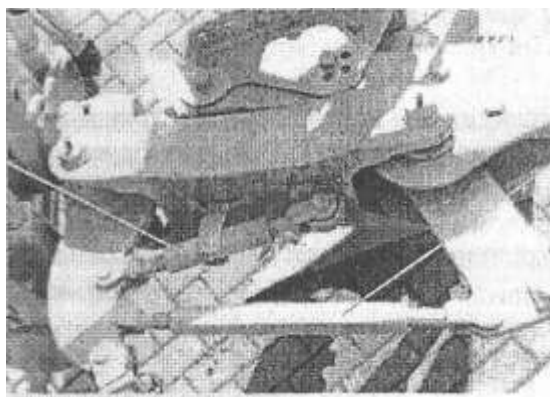

Рис. 6 Регулировка ширины захвата переднего корпуса и установка линии тяги «трактор-плуг»
14.Отрегулировать ширину захвата переднего корпуса и установить линию тяги «трактор-плуг». Требуемая ширина захвата переднего корпуса относительно торца шины трактора устанавливается при помощи регулируемого винта **1** (Рис.6) (короткий винт). Длина винта берётся из таблицы 1 в зависимости от ширины захвата корпусов.